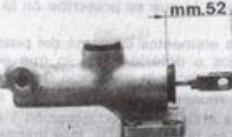

Fig. 55
**Importante.** Antes de efectuar el desmontaje de los componentes de la bomba, comprobar la distancia de la horquilla respecto al cuerpo de la bomba (como se indica en la Fig. 55), que se debe volver a colocar a la misma distancia en las operaciones de montaje.
Fig. 55. Dimensiones de la horquilla del freno. La distancia entre la horquilla y el cuerpo de la bomba debe ser de 52 mm. Si la distancia es menor, la horquilla golpeará la peana y el pedal no podrá llegar al fondo de la carrera efectiva. Si la distancia es mayor, el pedal no podrá llegar al fondo de la carrera efectiva.